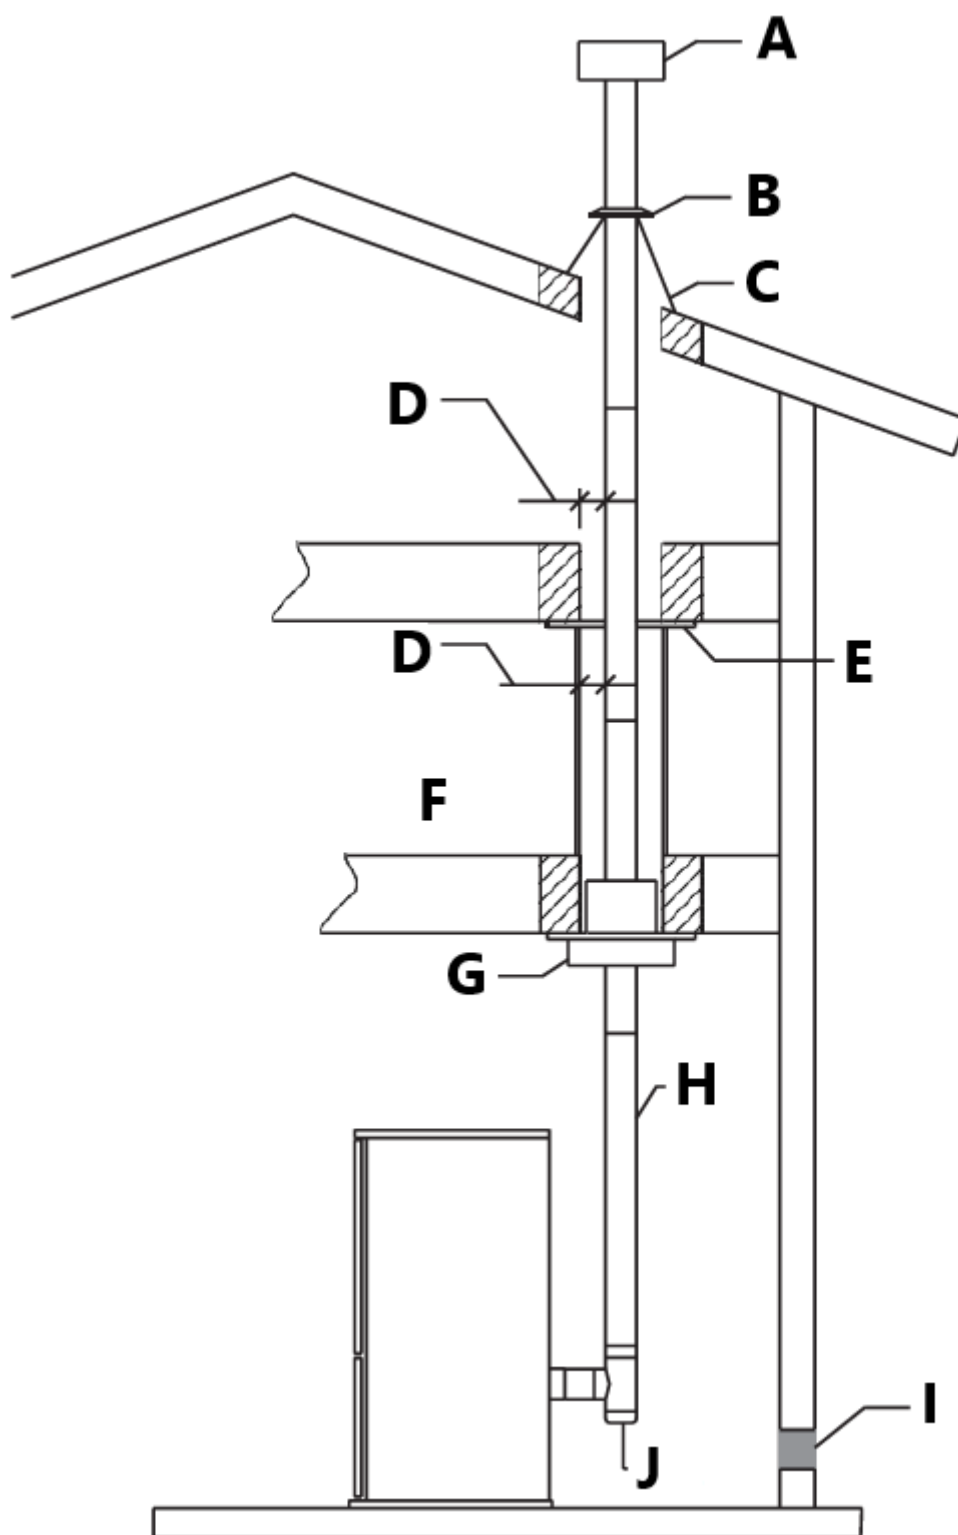

Fig. 10
- Installer svart takstøtte fra under bjelkelaget og fest med 4–1,5" (102 mm - 38 mm) spiralspiker eller skruer (fig. 10). Alternativt kan en støtteenhet brukes i stedet for den svarte takstøtten, støtteenheten passer til takåpningen nedenfra og er festet til bjelker med 4 -1,5" (102 mm - 38 mm) spiralspiker eller skruer (fig. 10) .
- Brannstopper er nødvendig der ventilen trenger gjennom et gulv eller tak. Skjær et hull i passende størrelse i taket/gulvet og installer brannstopperen ovenfra eller under bjelken. Fest brannstopperen med spiker gjennom hjørnene (fig. 10).